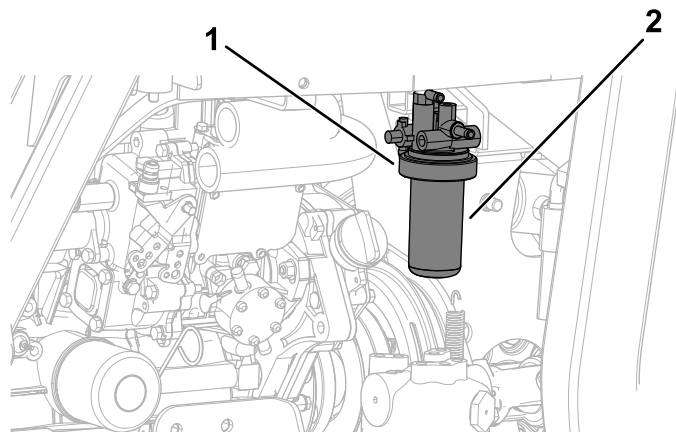

Figura 72
- Limpie la zona alrededor de la cabeza del filtro de combustible (Figura 72).
- Retire el filtro y limpie la superficie de montaje del cabezal del filtro (Figura 72).